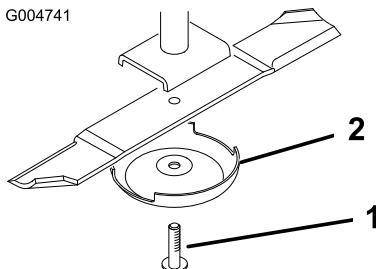

Figura 81
2. Sujete el extremo de la cuchilla usando un paño o un guante grueso. Retire del eje de la cuchilla el perno de la cuchilla, el protector de césped y la cuchilla (Figura 81).